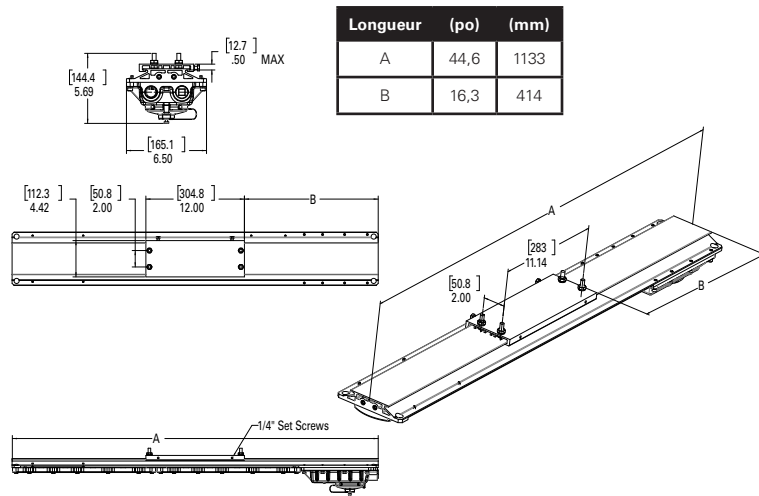

Figure 2. Montage arrière du ZP1057MTK
1. Pour le montage arrière, utiliser le support comme modèle pour marquer des trous et les percer dans la surface de montage, puis utiliser les boulons de 5/16 po inclus (voir la figure 2).
3. Il est fortement recommandé de faire appel à deux (2) gens de métier qualifiés pour procéder au montage final du luminaire. Cette recommandation a pour but d'éviter toute blessure corporelle ou tout dommage au luminaire.
4. Placer les quatre (4) boulons de 5/16 po dans la plaque de montage et les serrer uniformément sur la structure de support. Le couple minimal est de 15,6 N.m (138 lb-po).
7. Serrer les quatre (4) vis de pression de 1/4 po du support couissant jusqu'en butée. Serrer avec un couple de 8,8 N.m (78 lb-po).